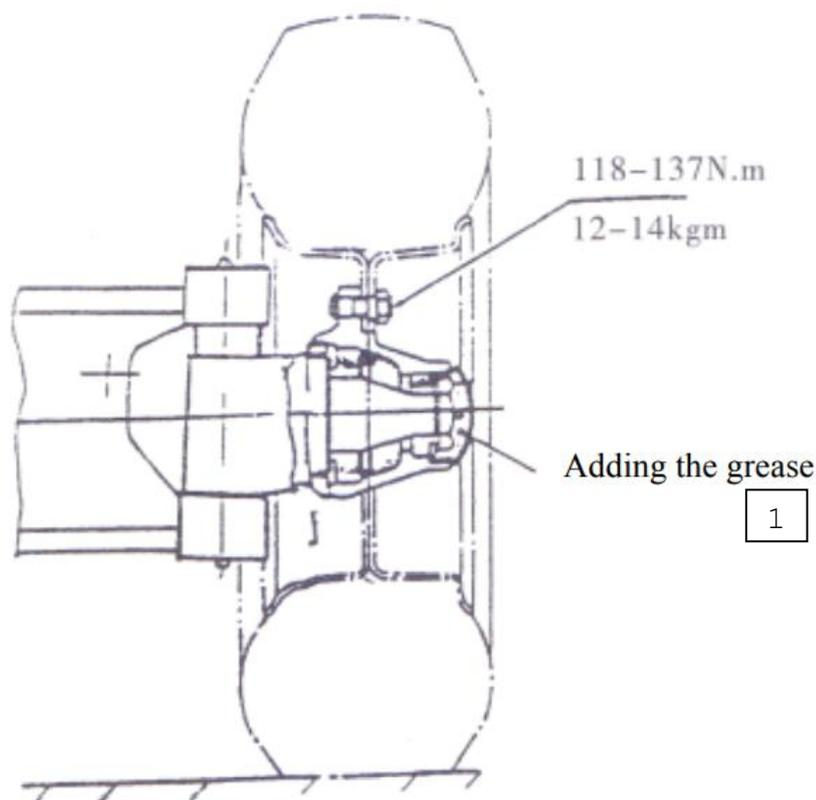

Рис. 2-5. Добавление консистентной смазки и регулировка предварительного натяжения:
- 1) Как показано на Рис. 2-5, нужно добавить консистентную смазку в ступицу колеса, нанести ее на внешнюю и внутреннюю поверхность подшипника, положить во внутреннюю полость под крышкой ступицы и также смазать закраину масляного уплотнения.